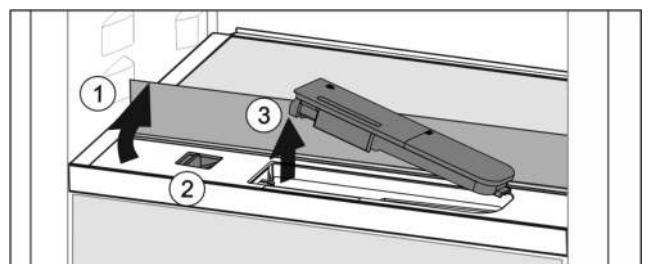

Fig. 134
- ▶ Glasplatte anheben und bis zum Anschlag nach hinten klappen *Fig. 134 (1)*.
- ▶ Schieber *Fig. 134 (2)* nach links schieben.
- ▶ Wassertank entnehmen *Fig. 134 (3)*.